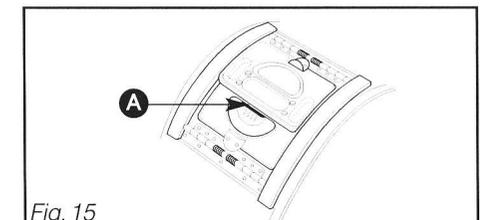

Fig. 15
**⚠ Important :** Pour un bon verrouillage, vérifiez que le liseré bleu **A** du poussoir est bien visible (Fig. 15).